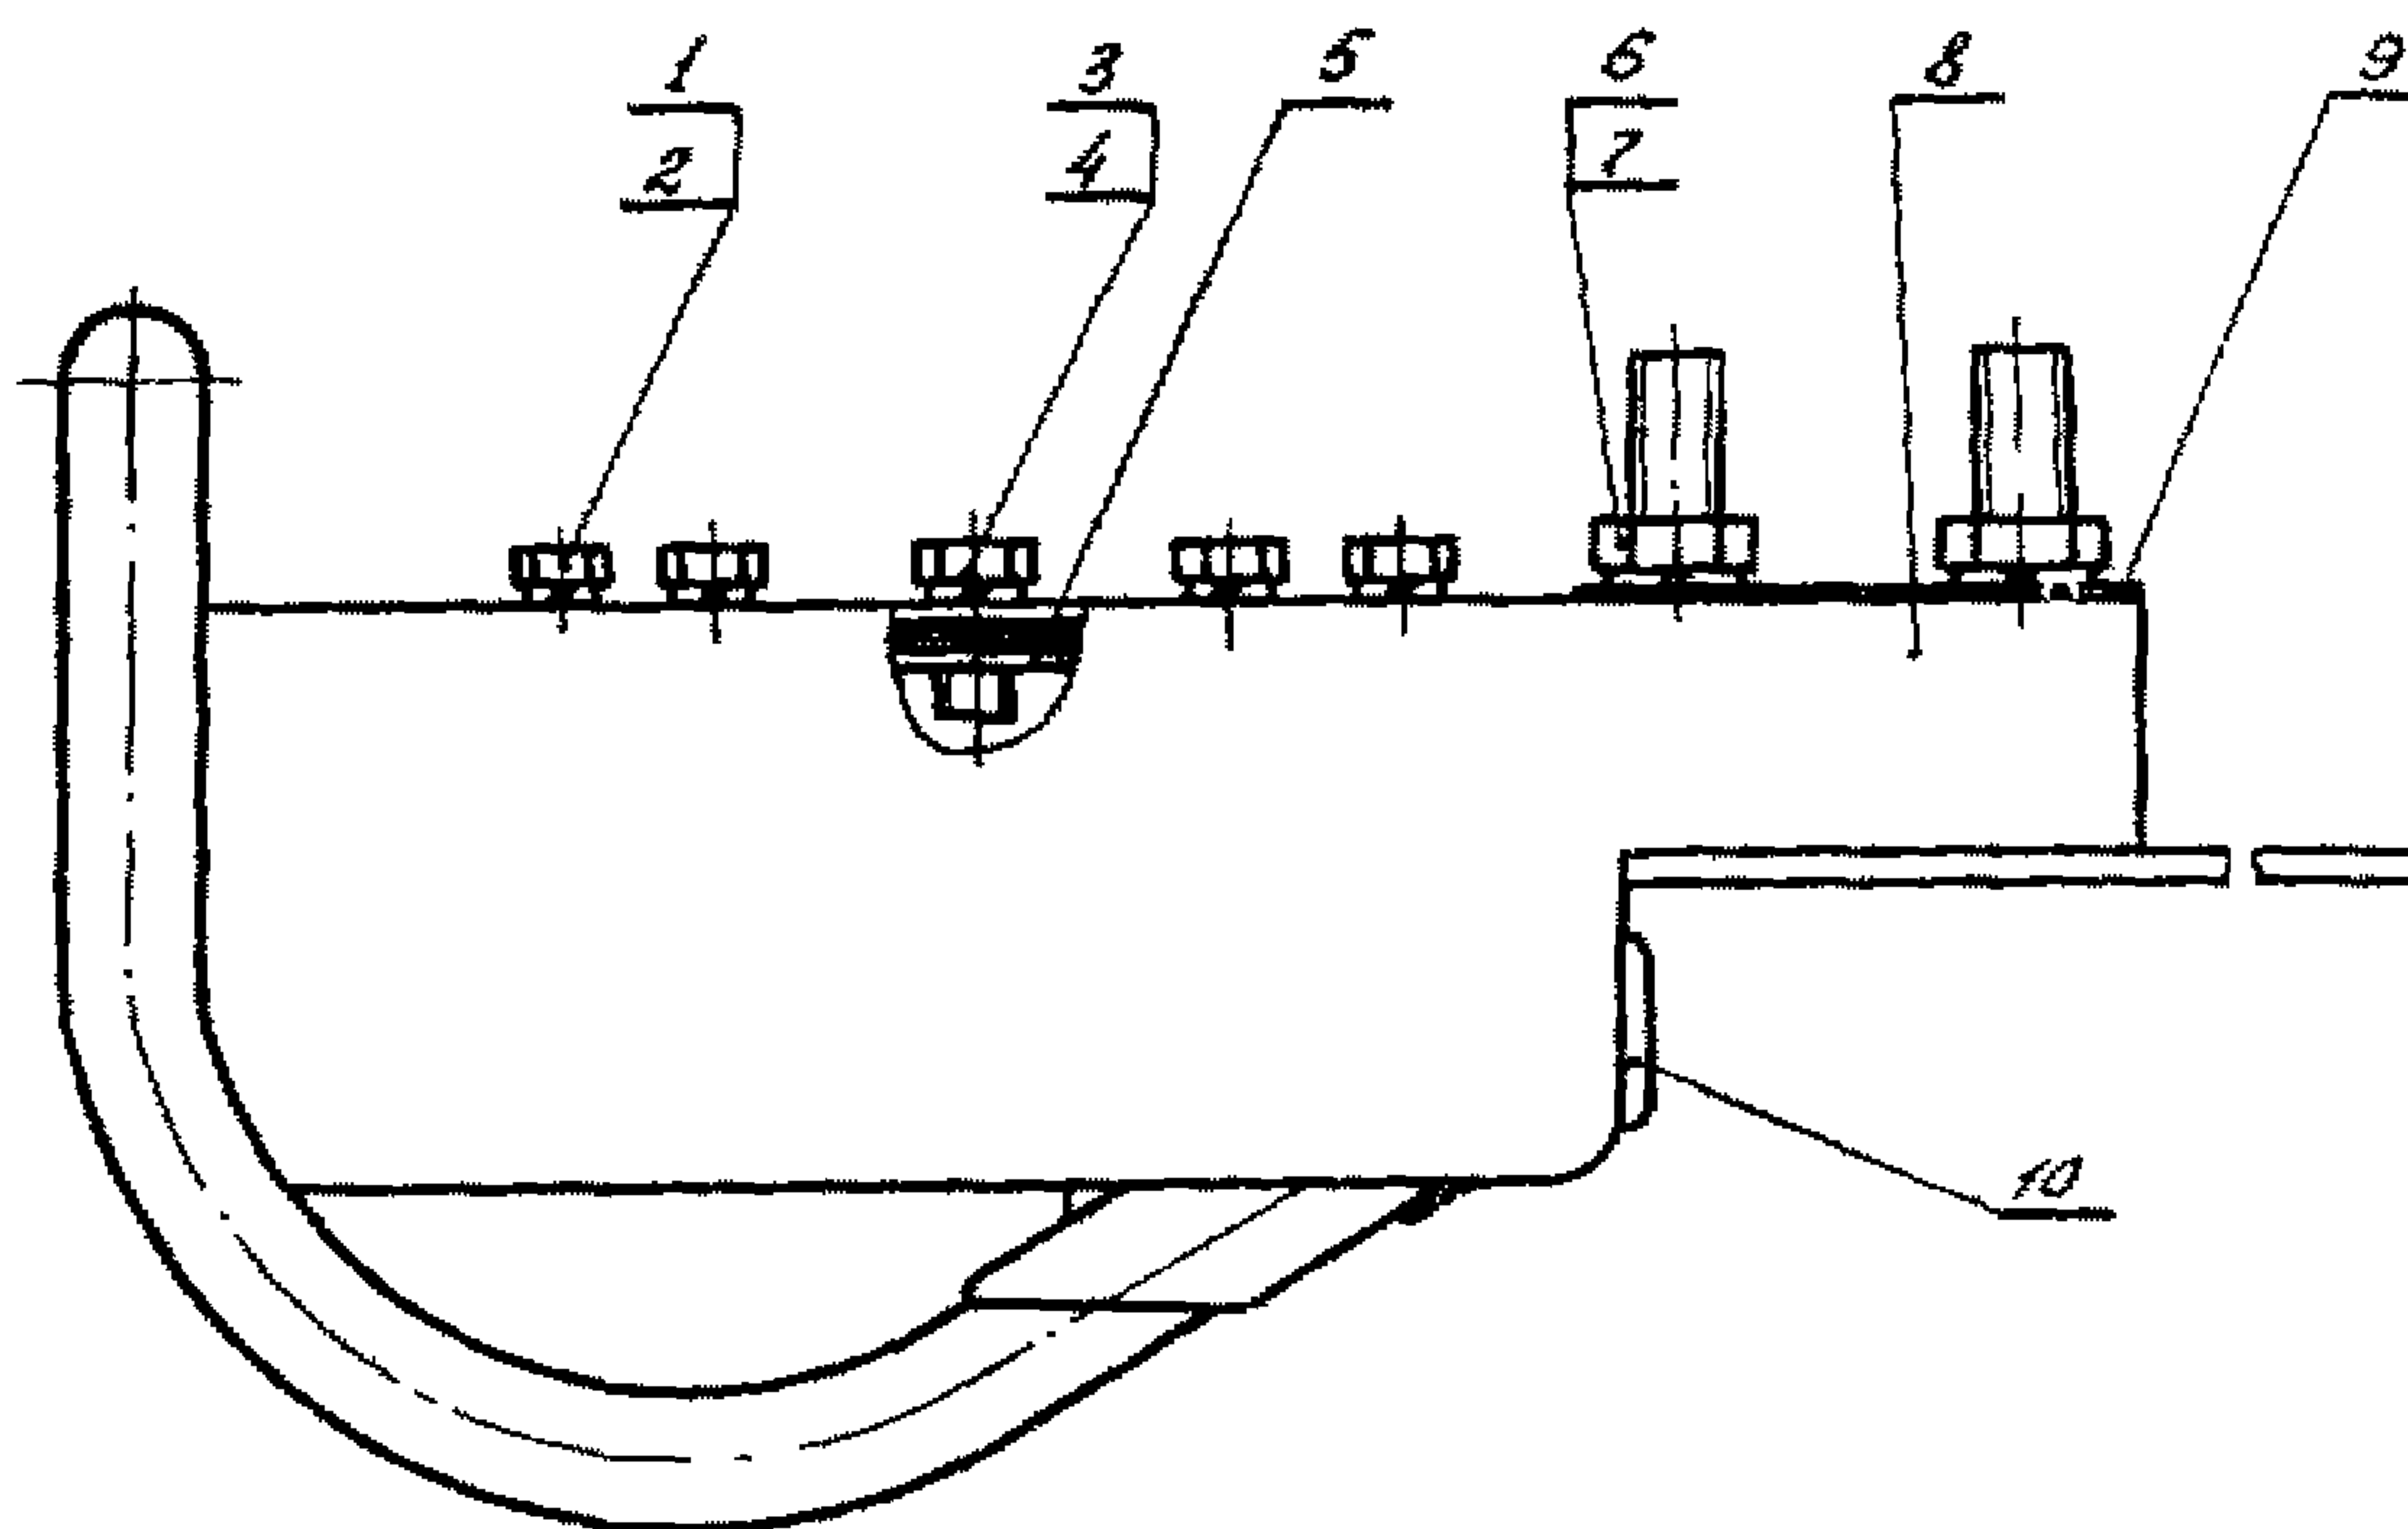

Рис. 12. Подвижный контакт с контактодержателем:
04.4. Зачистить оплавленные места на ламелях 7. При наличии на ламелях прожогов глубиной более 2 мм контакт 10 (см. рис. 12) заменить.
04.1. Вывинтить болты 1, 3 (рис. 12) и вынуть контакт 10 из контактодержателя 8.
04.7. Установить контакт 10 (см. рис. 12) в контактодержатель, предварительно смазав контактные места техническим вазелином.